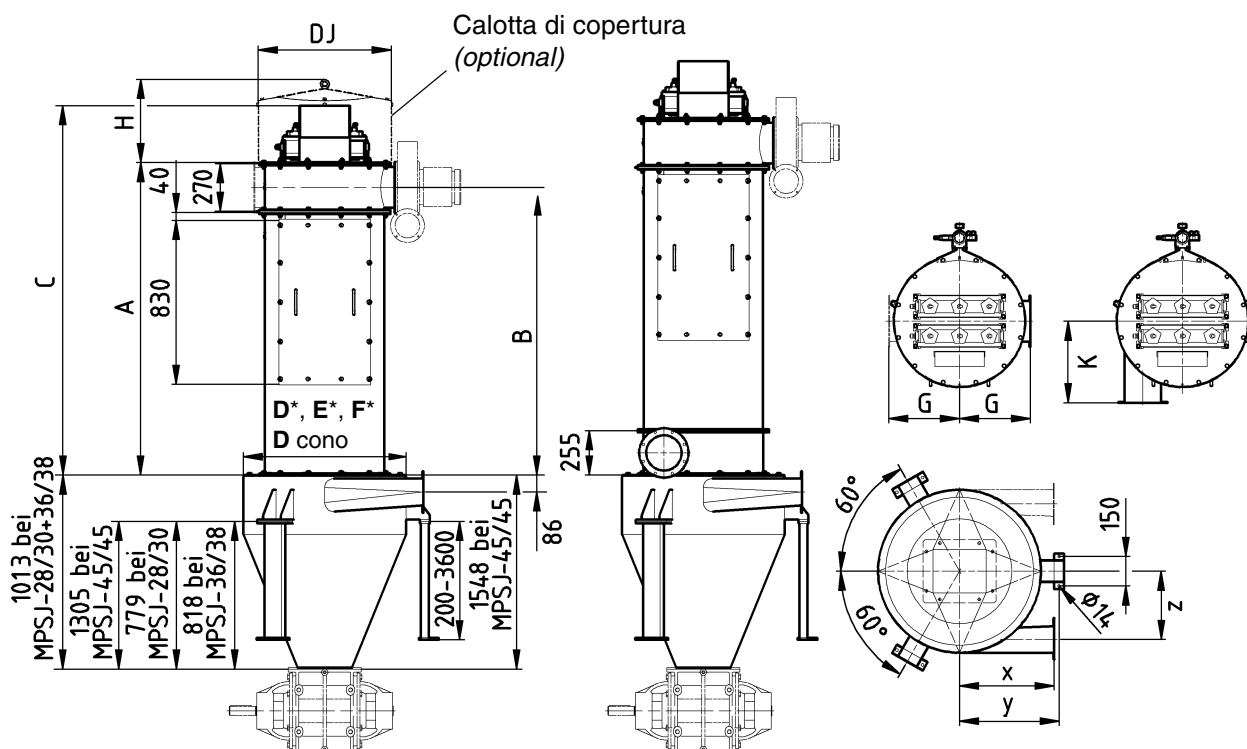

Fig. 2.13 Separatore totale (pianta cono con supporto)
- I dispositivi di supporto possono essere montati in modo flessibile (vedere anche Fig. 2.13).